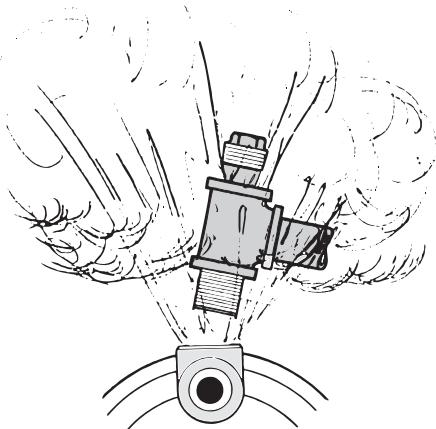

FIGURE 2 – Ne pas faire fonctionner la pompe si la sortie est fermée
- En cas d'utilisation d'un boyau d'arrosage comme conduite de refoulement, ne pas faire fonctionner la pompe lorsque la sortie du boyau ou l'embout est fermé. Le boyau ou la buse risquent d'éclater sous l'effet d'une pression excessive. Voir Figure 2.